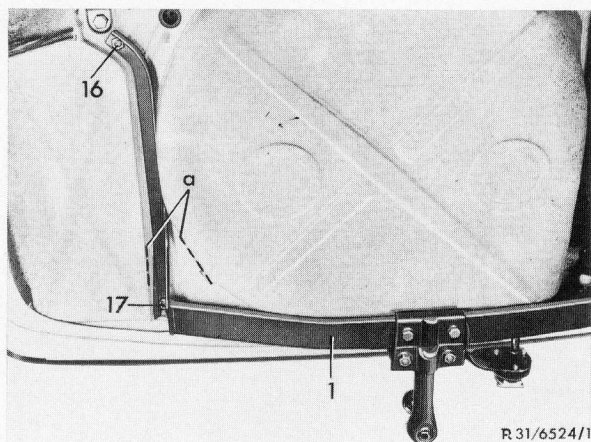

Bild 2
- 4 Abschleppbügel am Kofferraumboden und Rahmenlängsträger abtrennen (Bild 2).
- 5 Am Stützblech (a) des Querträgers (1) und am Heckmittelstück Fahrzeugmitte anzeichnen. Als Anhaltspunkt wird der Drücker des Heckdeckelschlosses genommen.
- 6 Querträger (1) mit Stützblech (a) an das Heckmittelstück und an den linken und rechten Längsträger andrücken.
10 Durch den rechten Längsträger das Befestigungsloch vorn mit 11 mm Durchmesser, das hintere mit 13 mm Durchmesser bohren. Dann das im Kofferraum vorne sichtbare Loch auf 25 mm Durchmesser, das hintere Loch auf 22 mm Durchmesser vergrößern (Bild 2 und 5).
12 Querträger (1) mit den Befestigungsteilen (7 bis 17) am linken und rechten Längsträger anschrauben (Bild 2 bis 5).